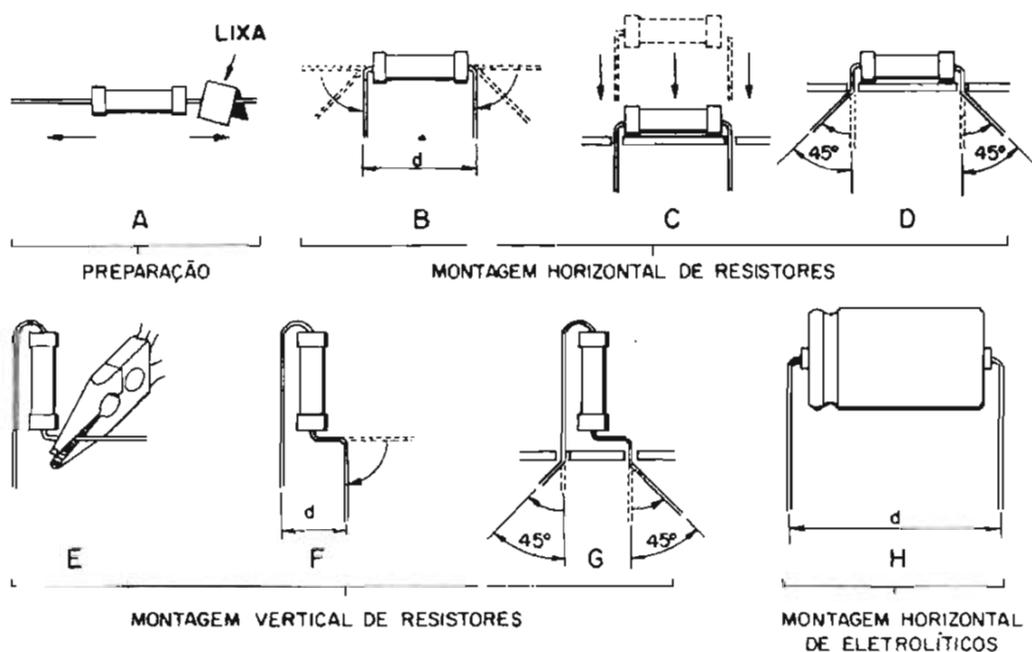
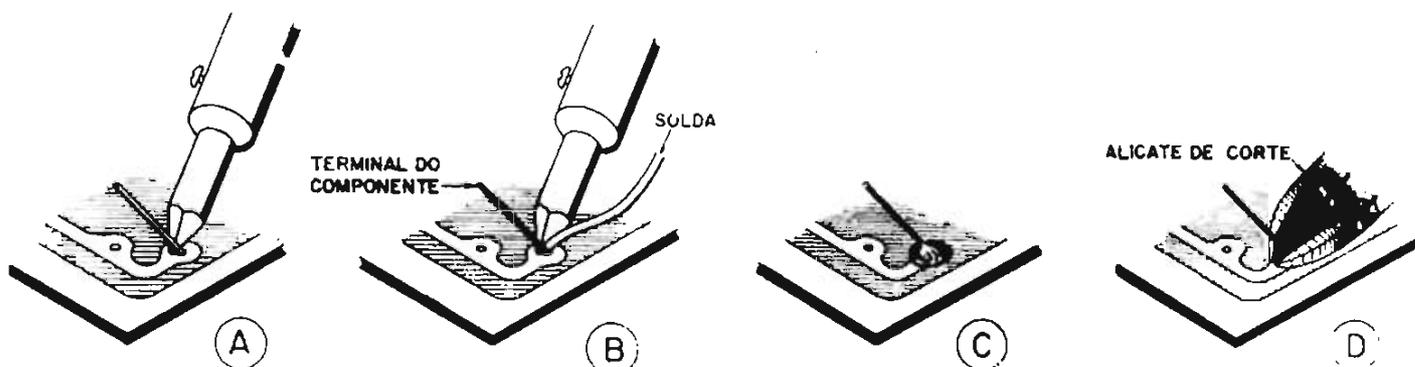
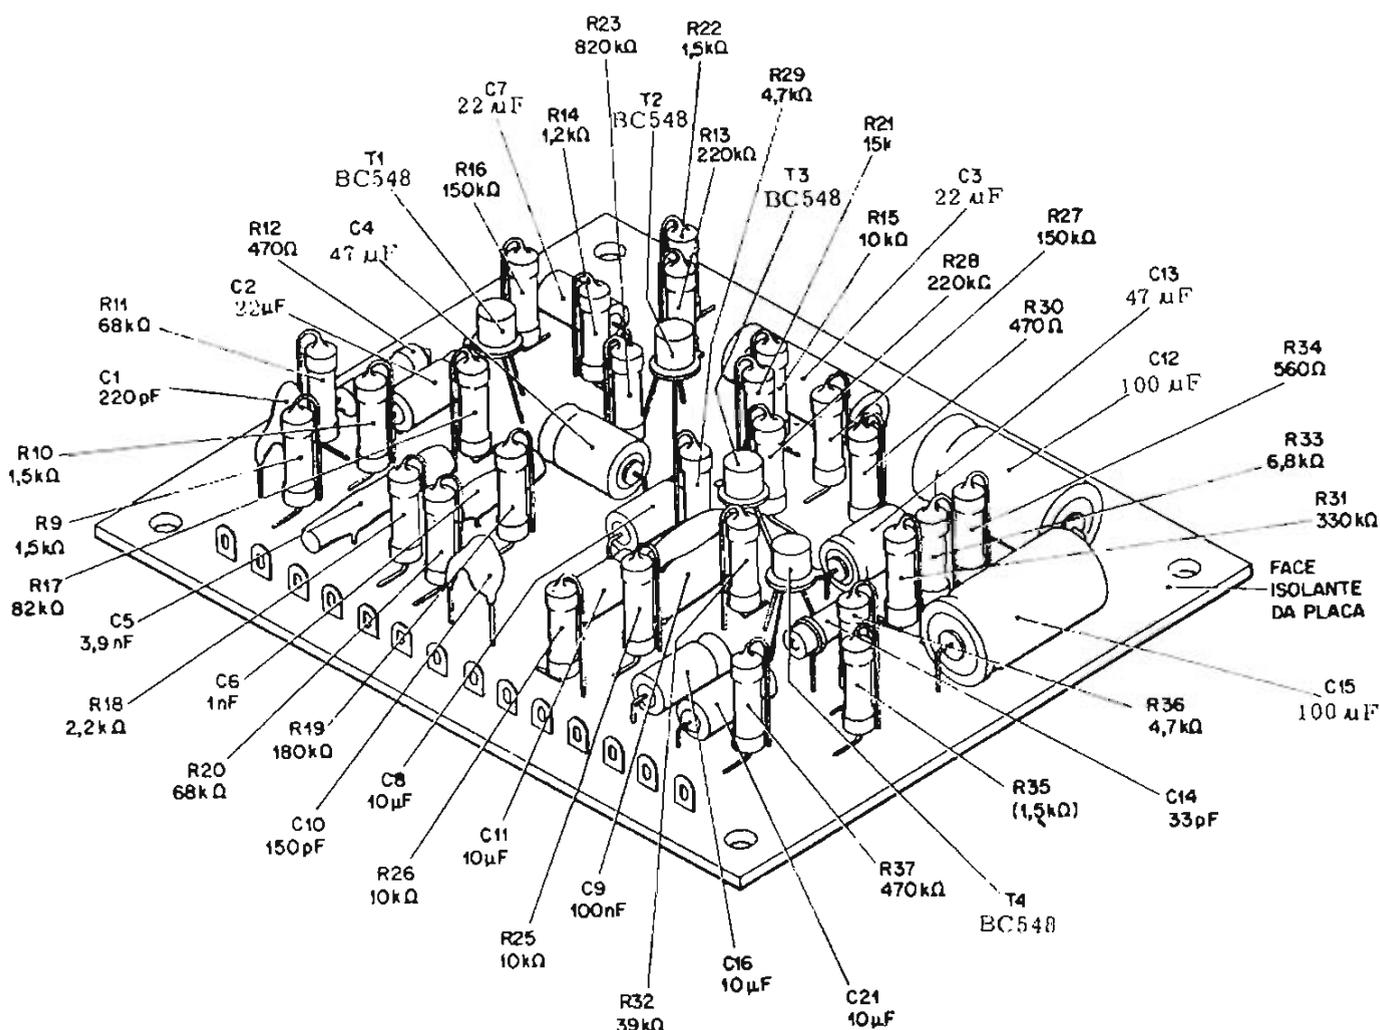

Figura 3 - Preparação, montagem e fixação mecânica de componentes numa placa de fiação impressa
Figura 5 - Diversas fases na soldagem de um componente à placa de fiação impressa
Figura 8 - Vista de conjunto da placa de fiação impressa principal montada
posição que deverão ocupar (horizontal ou vertical) bem como a distância (d) entre os furos nos quais serão inseridos. (Veja as figuras 3-B, 3-F e 3-H). Endireite, lixe e dobre os terminais na distância adequada utilizando, se necessário, um alicate de bico entre o corpo do componente e o ponto da dobra (figura 3-E). Dobre parcialmente os terminais a fim de garantir a fixação mecânica (figuras 3-D e 3-G); solde e corte o excesso conforme indicado nas etapas B e D da figura 5.
Use apenas a quantidade de solda necessária e evite aquecer desnecessariamente a placa de fiação impressa. Retire primeiro a solda e depois o ferro. Não mova os terminais até que a solda solidifique completamente. Puxe levemente o terminal para certificar-se de que a soldagem está firme. Corte fora o excesso, com alicate de corte (figura 5-D), sempre em seguida a cada soldagem.
A posição dos componentes está indicada, mediante os símbolos correspondentes, na face isolante da placa. A figura 8 mostra a disposição correta das peças. Efetue as operações na seguinte ordem:
- 3 - Coloque e solde, em seus respectivos lugares, os capacitores cerâmicos plate C_1 , C_5 , C_6 , C_{10} , C_{14} , deixando um espaçamento de 2 a 5 mm entre o corpo do capacitor e a placa de fiação, na posição indicada na figura 8. Insira os terminais do capacitor de poliéster metalizado C_9 (marrom/prêto/amarelo/branco/vermelho), soldando-os em seguida. As côres são consideradas a partir do lado oposto ao dos terminais. Observe que não é preciso dobrar os terminais destes componentes antes da inserção nos respectivos orifícios.
- 4 - Coloque nas posições corretas e solde os 28 resistores da placa principal. Lembre-se que todos os resistores deverão ser montados em posição vertical (figuras 3-F e 3-G), excetuando-se R_{12} (470Ω) que é montado horizontalmente (figura 3-D). Consulte a lista de material para identificação das côres, bem como a figura 8 para o posicionamento.